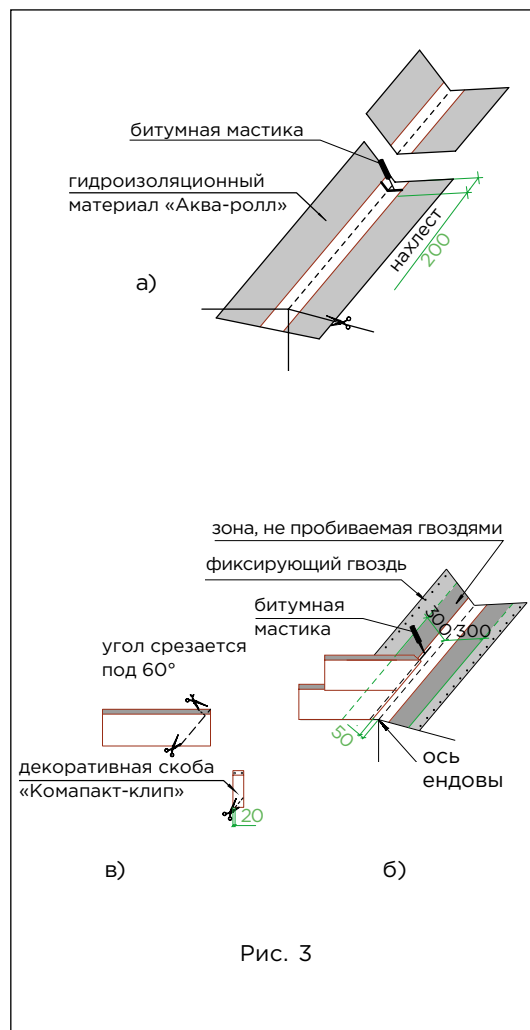

Рис. 3
Ендова (рис. 3)
- ровно по центру ендовы расстилается специальный рулонный материал «Аква-ролл», фиксируется в верхней части двумя гвоздями и обрезается в нижней части по линии карниза (рис. 3а);
2. «Аква-ролл» укладывается с нахлестом 200 мм, место нахлеста тщательно обрабатывается битумной мастикой (рис. 3а).
• непосредственно перед укладкой в ендову черепицы, защитная пленка с лицевой стороны «Аква-ролл» снимается и на самоклеящуюся поверхность укладываются листы черепицы, обрезанные в соответствии с заранее отбитыми линиями (рис. 3б).
Внимание: 1. Необходимо также подрезать верхний уголок обрезанного края листа (см. рис. 3в) для правильного стока воды.
2. Крепление обрезанного листа к медной части «Аква-ролл» осуществляется при помощи сплошной полосы битумной мастики (рис. 3б).
4. В случае, если скоба «Компакт-клип» приходится на место обрезки листа, можно либо обрезать накладку, оставив минимум 20 мм в нижней части (рис. 3в), либо произвести укладку листов без использования накладки.